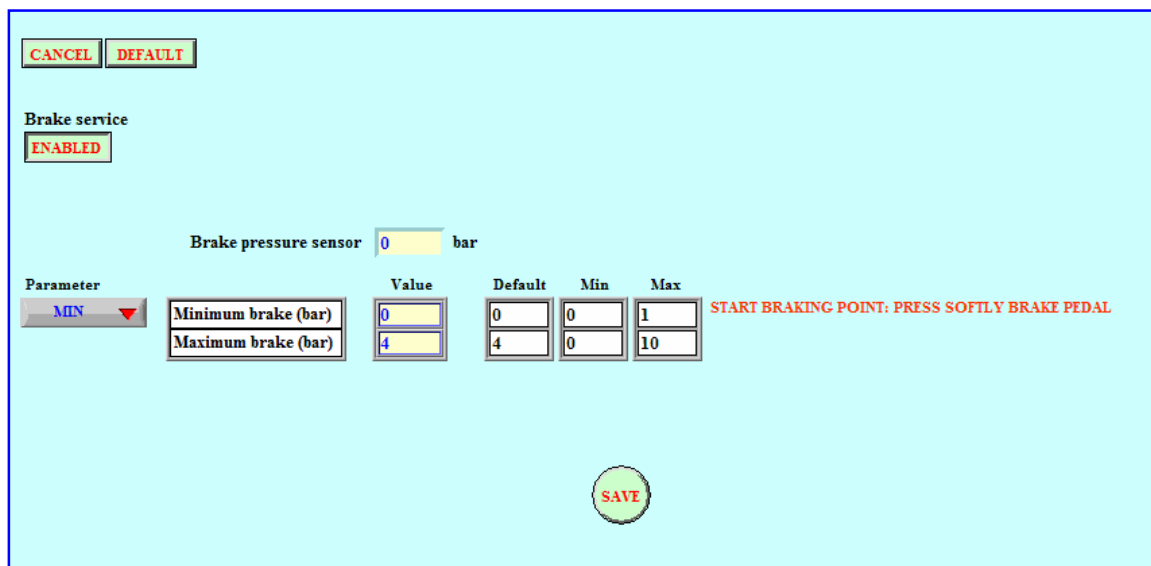

图18：制动传感器校准菜单
- “**制动传感器**”：制动传感器校准（图18）(\*)